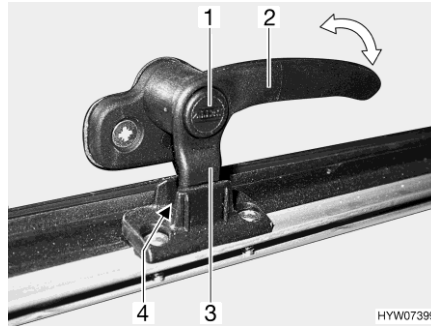

Fig. 40 Levier de verrouillage (position "Aération permanente")
- En position "Aération permanente" (Fig. 40)
- Enfoncer le bouton de sécurité (Fig. 40,1) et le maintenir enfoncé.
- Tourner le levier de verrouillage (Fig. 40,3) d'un quart de tour vers le centre de la fenêtre.
- Remettre le levier de verrouillage en position initiale. Le tenon de verrouillage (Fig. 40,3) du levier de verrouillage doit pénétrer alors dans le logement prévu à cet effet dans le verrouillage de fenêtre (Fig. 40,4).
- Relâcher le bouton de sécurité (Fig. 40,1).